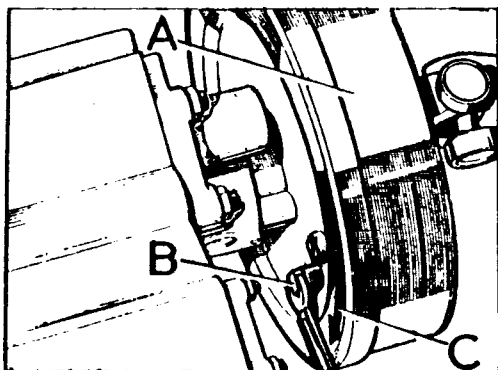

Fig. C-73 Bloqueado del freno a la transmisión
- 1.5. Ajustar el freno a la transmisión hasta que se quede bloqueado (Fig. C-73).